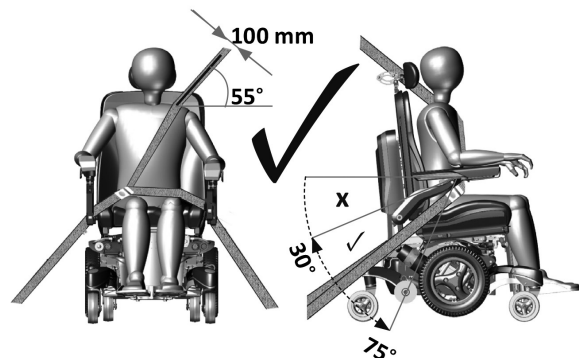
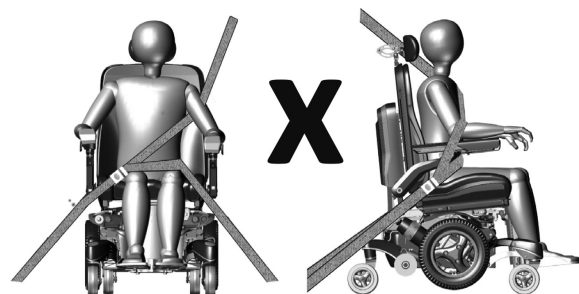

Figura 5.5 – Poziționarea corectă a centurii de siguranță în trei puncte
Figura 5.6 – Poziționarea incorrectă a centurii de siguranță în trei puncte
- Dispozitivele de reținere trebuie montate pe stâlpul corespunzător al vehiculului și nu trebuie ținute la distanță de corp de componentele scaunului cu roțile electric, cum ar fi cotierele sau roțile (Figura 5.6)
- Centura pelviană trebuie purtată jos, în partea din față a pelvisului, astfel încât unghiul de fixare al centurii pelviene să fie între 30° și 75° față de planul orizontal (Figura 5.5)
- Este de preferat un unghi mai pronunțat (mai mare) în zona preferată (Figura 5.5)
- Centura de siguranță pentru trunchiul superior trebuie să se potrivească peste umăr și peste piept, așa cum este ilustrat (Figura 5.5). Nu fixați centura de siguranță așa cum se arată în Figura 5.6